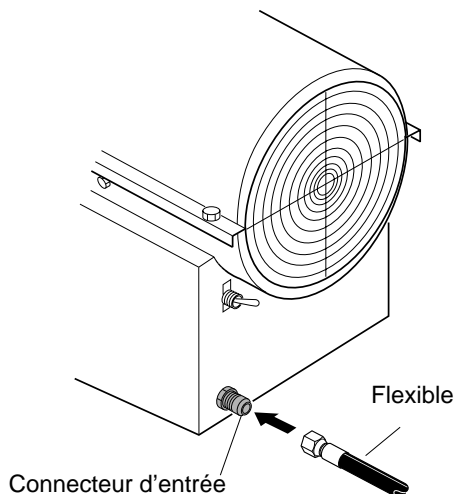

Figure 4 - Flexible et connecteur d'entrée
3. Brancher le flexible sur le connecteur d'entrée. Le serrer fermement avec une clé (voir la Figure 4).